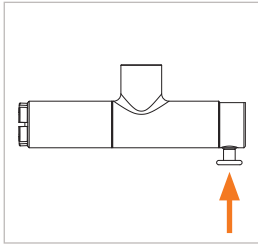

Figure 9
- ▶ Appuyez sur le bouton de soupape (Pos. 4) (Figure 9). Les mâchoires de serrage s'ouvrent.